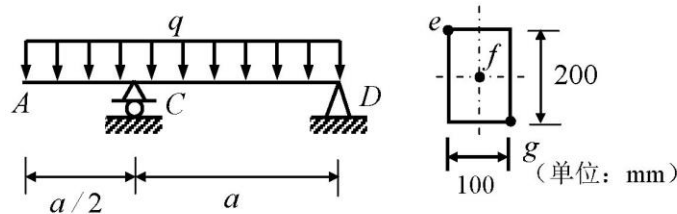

图 9
3. (20 分) 图 9 所示外伸梁受均布载荷作用, 已知: $q = 10\text{ kN/m}$, $a = 4\text{m}$, $[\sigma] = 160\text{MPa}$, 试求: